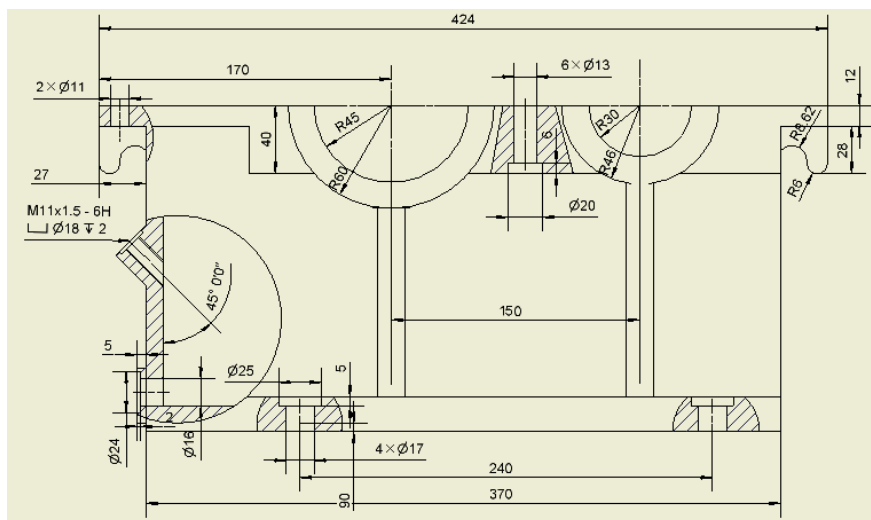

图 12-34 完整标注尺寸的主视图
②为零件图进行尺寸标注
①在主视图中，可以对零件的长度、剖视所得到的孔以及其他一些特征如肋板和吊钩进行标注，具体的标注过程不再赘述，完整标注尺寸的主视图如图 12-34 所示。